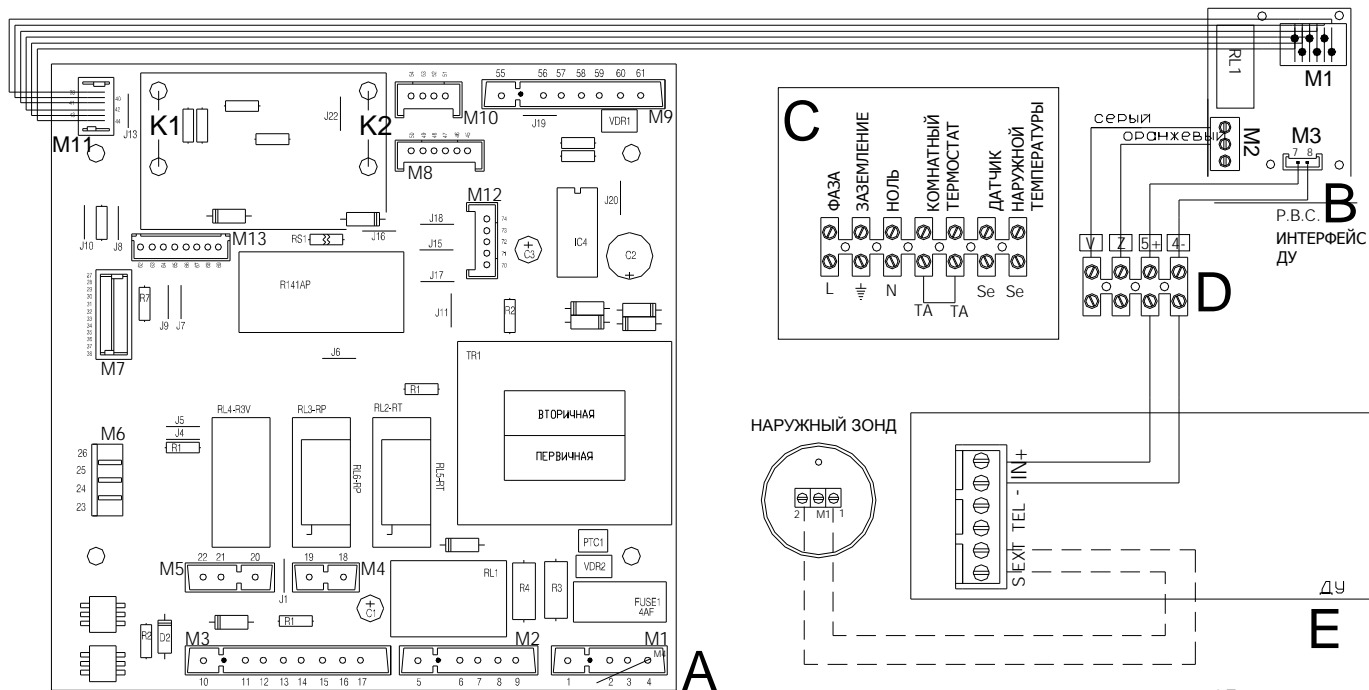

Рисунок 15
- закрепить интерфейсную плату пульта в отверстиях K1 и K2 платы модуляции (рис. 15);
- соединить серым и оранжевым проводами клеммы M2 интерфейсной платы и клеммы V, Z колодки, входящей в комплект пульта (рис. 15);
- подключить провода идущие от разъема M3 на интерфейсной плате к клеммам 5+ и 4- колодки (рис. 15);
Давления газа при розжиге, например при вспышках в момент пуска котла, можно изменить с помощью регулятора (рис. 15). Вращая регулятор вправо Вы уменьшаете давление, влево – увеличиваете.